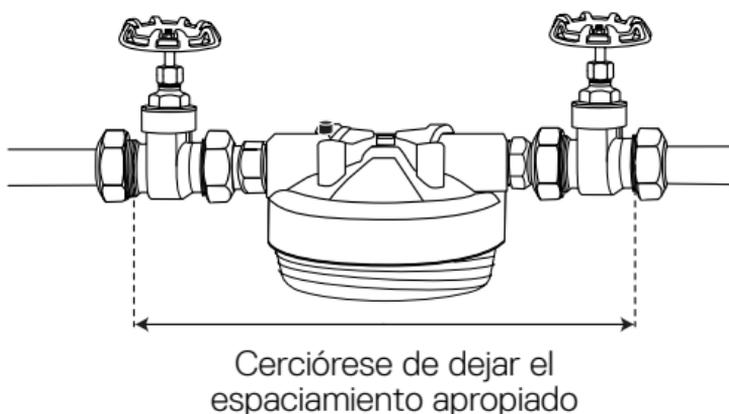

Figura 2
4. Sujete suavemente las válvulas de cierre a ambos lados para calcular el espaciado adecuado para los componentes. Mida la distancia y marque el tubo apropiadamente (ver Figura 2).